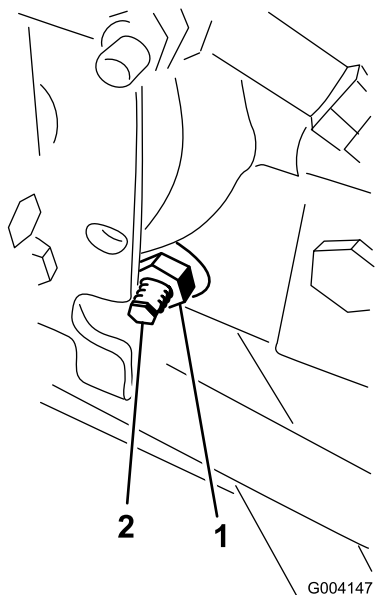

Figura 57
3. En el lado derecho del hidrostato, afloje la contratuerca de la leva de ajuste de tracción (Figura 57).